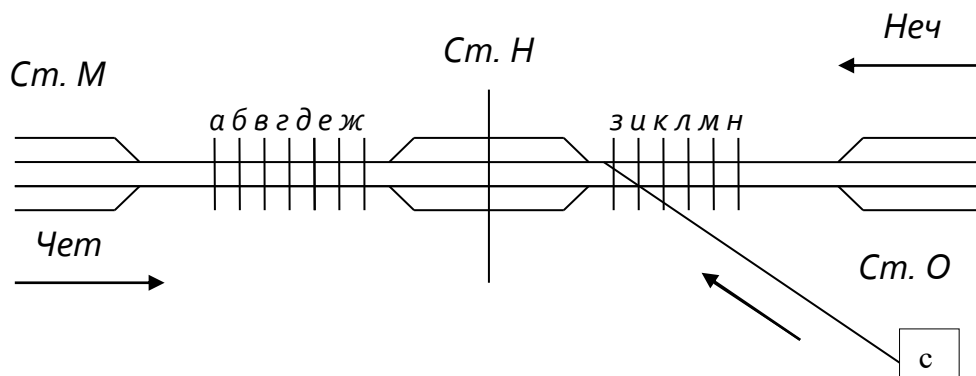

Рисунок 2 Схема железнодорожных участков
2. Схема участков, примыкающих к станции Н (рисунок 2)